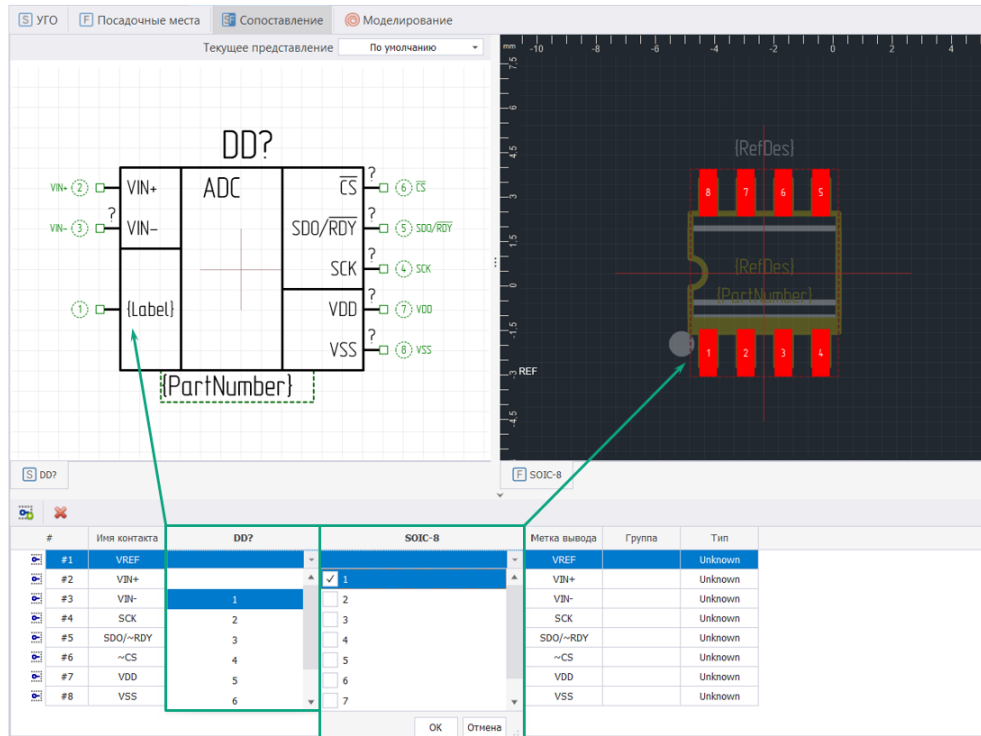

Рис. 231 Выпадающее меню с выводами и КП в таблице контактов для сопоставления
2. В столбце вывода УГО и контактной площадки посадочного места открыть выпадающие меню, выбрать номер вывода УГО и номер контактной площадки, см. Рис. 231.